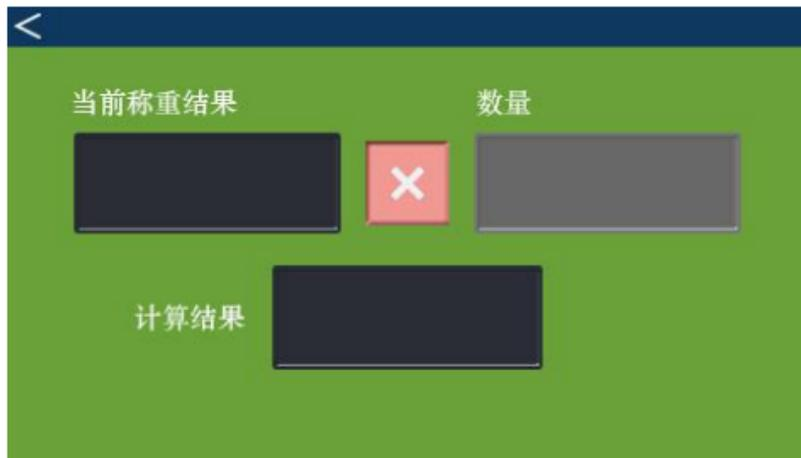

图 18 称重计算器
- i. 在称重模式下，在测试界面点击附加功能按键，进入称重计算器(图 18)。称重计算器界面共有 4 项参数：当前称重结果、数量、运算符、和计算